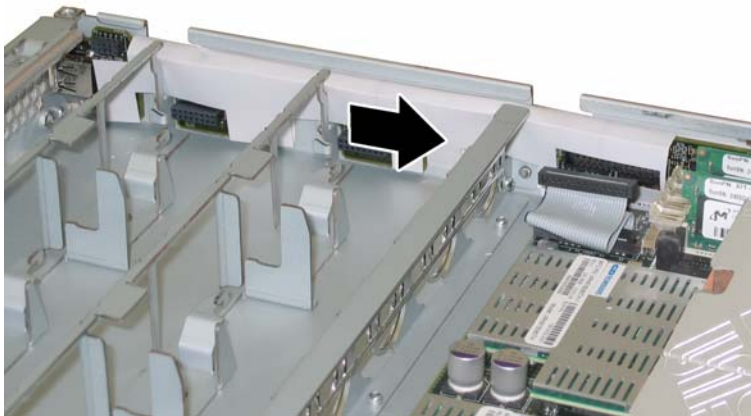

图 3-29 从机箱固定卡扣中松脱前面 I/O 板
12. 轻轻地将前面 I/O 板朝机箱的背面方向推移 0.25 英寸（6 毫米），将 I/O 板从机箱左下角和右下角的两个固定卡扣中松脱。请参见图 3-29。